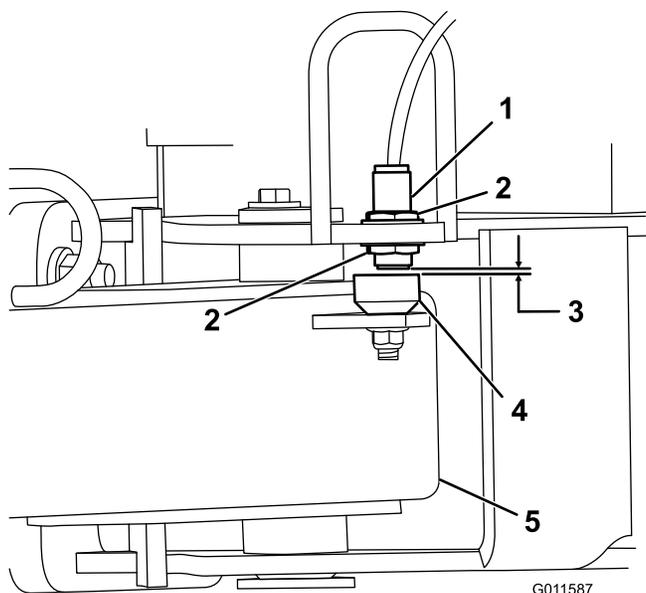

图4
5. 拧松将接近开关固定至机架的锁紧螺母，放低开关，直至其与挂钩牵引杆上的传感板之间的距离为 2.6~4.0mm（图4）。拧紧锁紧螺母，固定调整。